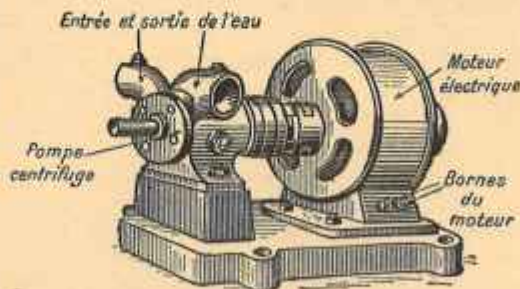

FIG. 139. — Électropompe.
(Pour ne pas compliquer la figure, on n'a pas dessiné la pompe [voir fig. 139], non plus que la liaison mécanique entre le moteur universel et les paniers contenant la vaisselle).
L'électrification rurale a trouvé un usage important dans la commande des pompes rotatives, pour l'élévation des eaux, l'irrigation et l'arrosage (1) : le plus souvent, moteur et pompe sont accouplés de façon permanente et forment l'électropompe (fig. 139).